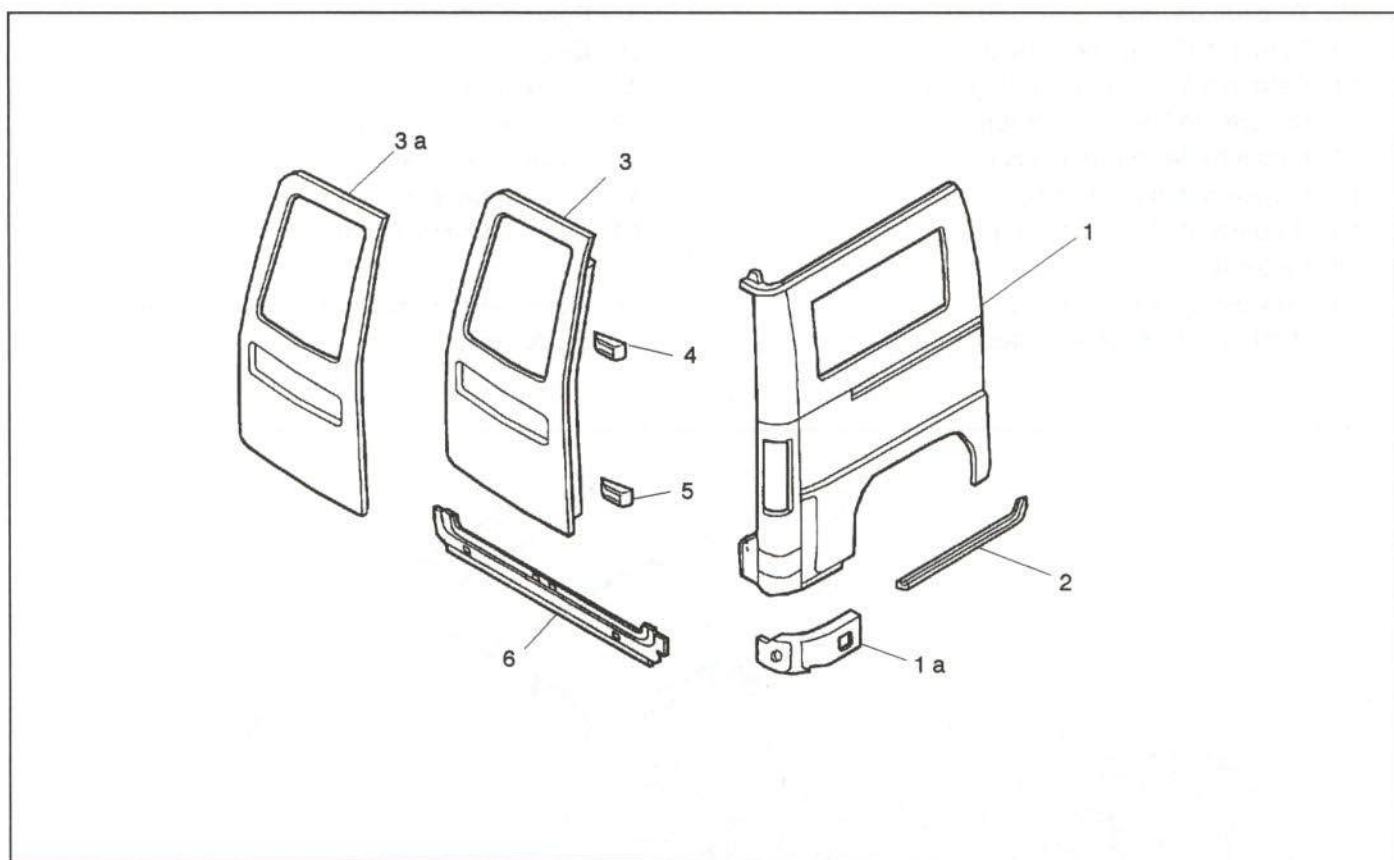

Figura 9.- Despiece exterior trasero
- Interior delantero y central (figura 9).